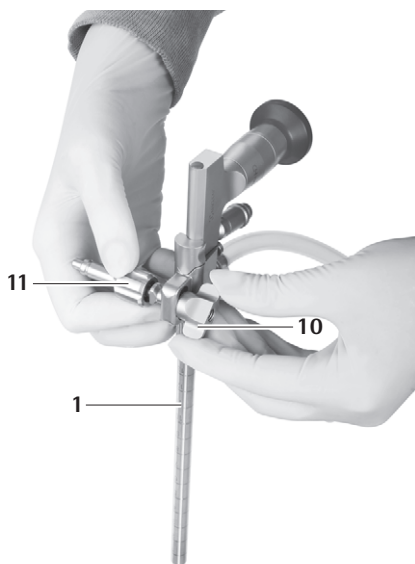

Fig. 19
- ▶ Visser l'écrou à ailettes **10** jusqu'à la fixation de l'adaptateur pour bras de maintien **11**, voir Fig. 19. Le trocart MINOPInVent **1** est prêt à être adapté au bras de maintien.